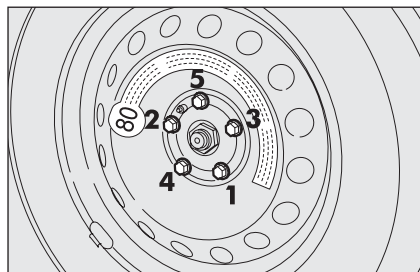

fig. 8
- ☐ mediante l'utilizzo della chiave in dotazione, serrare a fondo i bulloni, passando alternativamente da un bullone a quello diametralmente opposto, secondo l'ordine numerico illustrato in **fig. 8**.
- ☐ abbassare la vettura ed estrarre il cric, quindi, mediante l'utilizzo della chiave in dotazione, serrare a fondo i bulloni secondo l'ordine rappresentato in precedenza per il ruotino di scorta **fig. 8**.